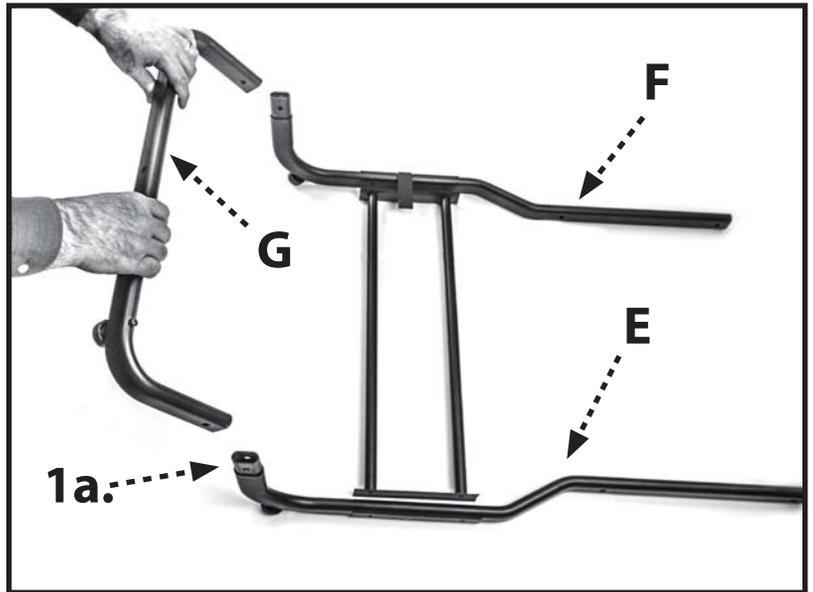

FIGURA 1
Presente los conjuntos de las varas derecha e izquierda (E&F) y el conjunto de conexión cruzada (G) tal y como muestra la Figura 1.